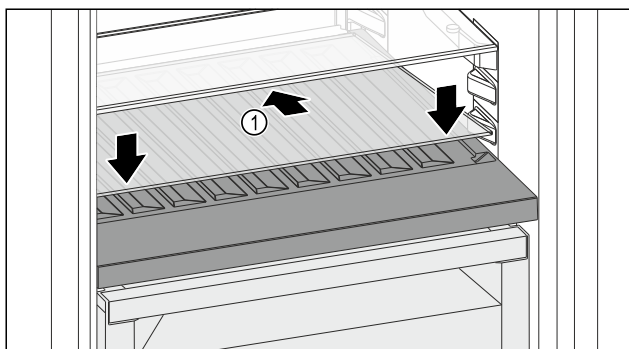

Fig. 158
- Skleněnou desku Fig. 158 (1) zasuněte šikmo a skloněnou dozadu dolů.
- Skleněnou desku Fig. 158 (1) vpředu spusťte dolů.